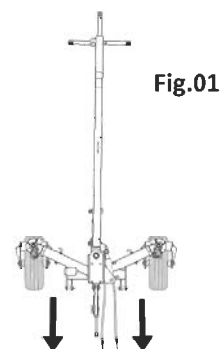

Fig.01
- Sempre que for deslocar com o Guincho Munk Bag carregado é preciso sair com as rodas dianteiras do trator viradas (estersadas), para que as rodas do guincho se posicionem paralelamente (fig.01), evitando que aconteça a inversão, ou seja, uma roda tentando virar para a direita e a outra tentando virar para a esquerda (fig.02), o que provocaria o travamento dos garfos, causando danos nos suportes das mesmas.